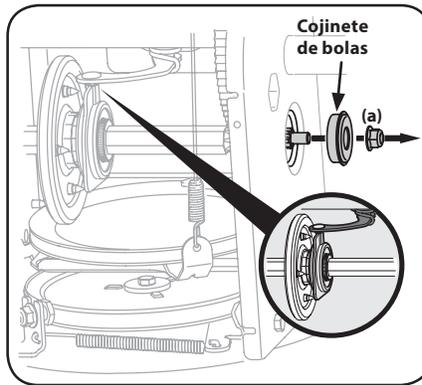

Figura 4-21
- Extraiga con precaución la tuerca hexagonal (a) que sujeta el eje hexagonal al marco del equipo y golpee ligeramente el extremo del eje a fin de desplazar el cojinete de bolas del lado derecho del marco. Consulte la Figura 4-21.
- Consulte el recuadro la Figura 4-21.